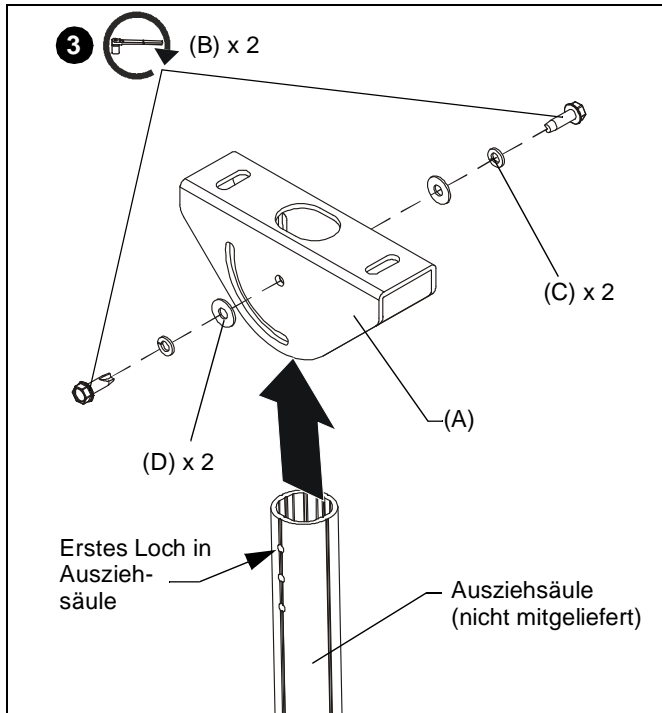

Abb. 3
3. Befestigen Sie die Ausziehsäule (nicht mitgeliefert) locker am CPA395, indem Sie zwei selbstschneidende 5/16-18 x 1"-Sechskantschrauben (B) mit zwei 5/16"-Federscheiben (C) und zwei 5/16"-Unterlegscheiben (D) durch die Befestigungsbohrungen im CPA395 in die jeweils ersten Löcher auf beiden Seiten der Ausziehsäule schrauben. (Siehe Abb. 3)